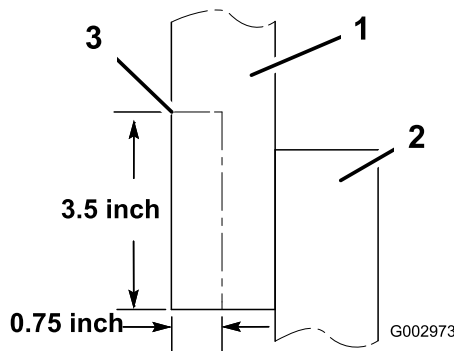

Bild 30
8. Wenn die Maschine ein älteres Modell ist, müssen Sie die Befestigung einschneiden, um Raum für den Schlauch zu machen (Bild 30).